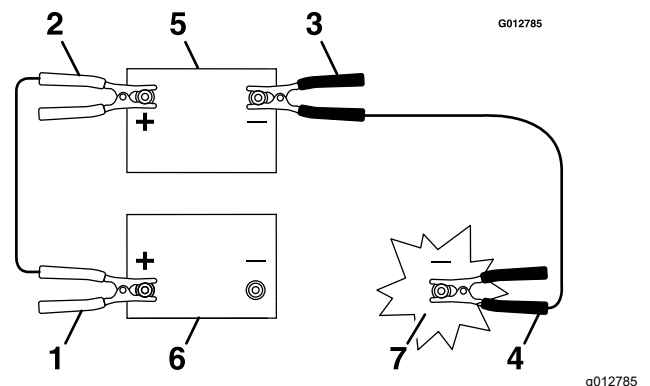

Figura 47
3. Conecte el cable positivo (+) al borne positivo (+) de la batería descargada que está conectado al motor de arranque o al solenoide, como se indica en la Figura 47.